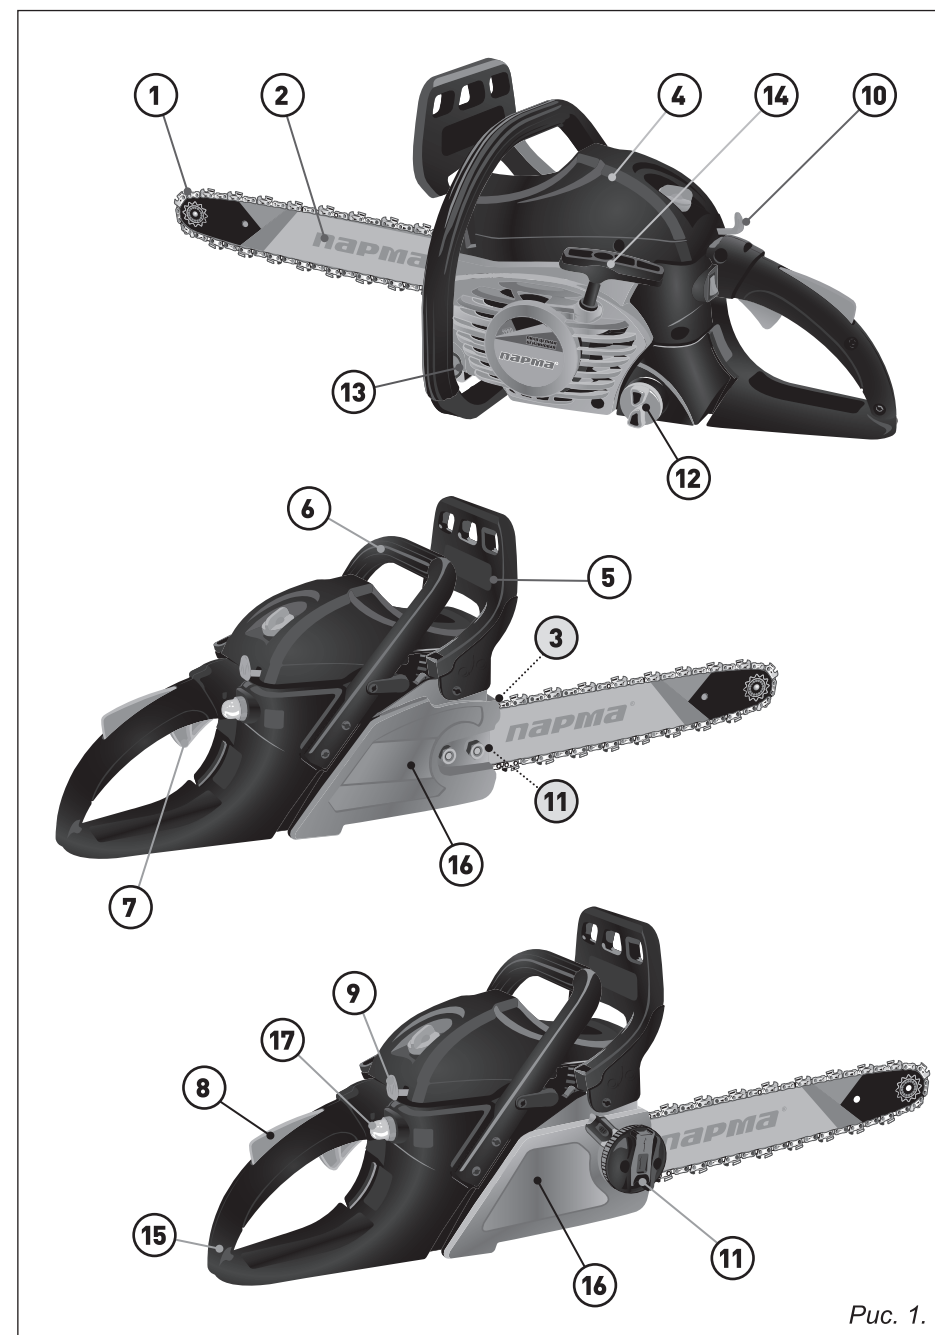

Рис. 1.
**2. ОСНОВНЫЕ ЭЛЕМЕНТЫ БЕНЗОПИЛЫ (рис. 1)**
**Рычаг тормоза цепи** (рис. 1, п. 5) —
**Рычаг воздушной заслонки** (рис. 1, п. 9) —
**Рычаг газа** (рис. 1, п. 7) —
**Праймер** (рис. 1, п. 17) —
**Выключатель зажигания** (рис. 1, п. 10) —